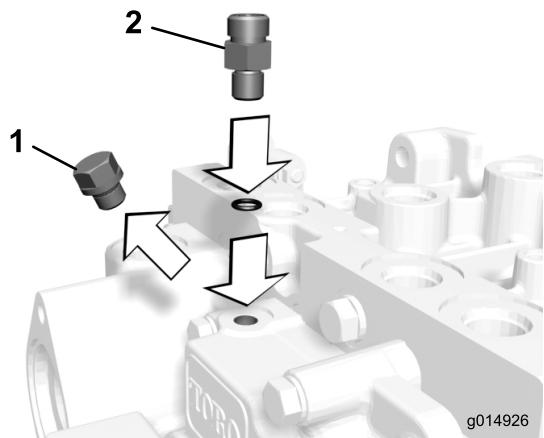

図 9
15. トランスミッション上部のポートについているプラグを外す(図9)。
16. トランスミッション・ポートにストレート・アダプタ・フィッティングを取り付ける(図9)。